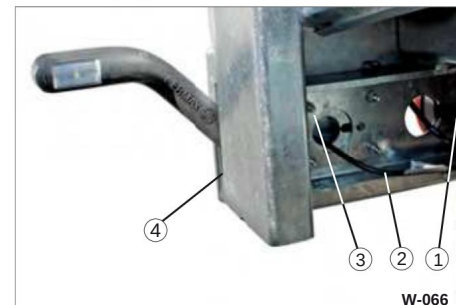

Fig. 64 Baglygter, fastgørelse
- ÿ Løsn den tilhørende skrueforbindelse (fig. 64/1, 3, 4).
- ÿ Frakobl det tilhørende tilslutningskabel (fig. 64/2).